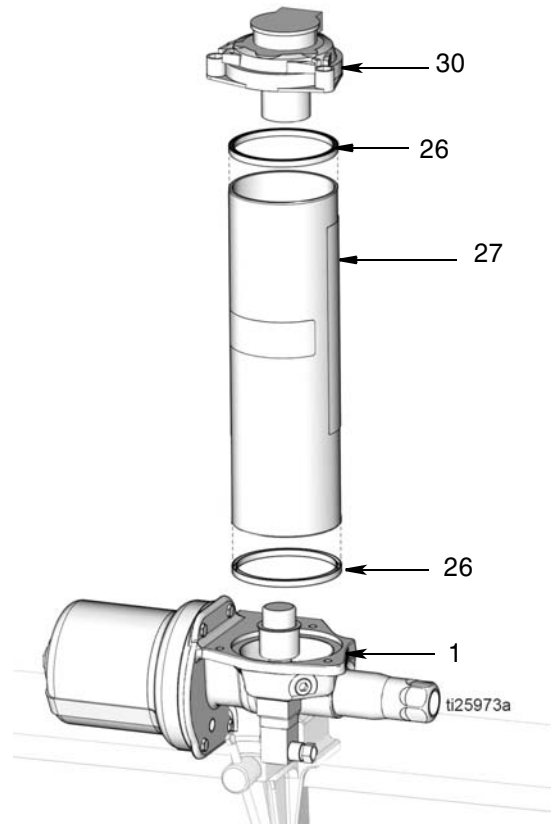

图 15
11. 从泵底座 (1) 上拆下液箱 (27) (图 15)。如果更换液箱垫圈 (26)，从液箱上拆下垫圈。根据正确处置的所有相关规定，处置垫圈。